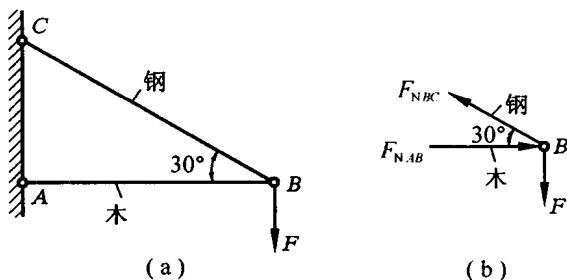

图 2-12
2.12 在图 2-12(a) 所示的简易吊车中, BC 为钢杆, AB 为木杆。木杆 AB 的横截面面积 $A_1 = 100 \text{ cm}^2$, 许用应力 $[\sigma]_1 = 7 \text{ MPa}$; 钢杆 BC 的横截面面积 $A_2 = 6 \text{ cm}^2$, 许用拉应力 $[\sigma]_2 = 160 \text{ MPa}$ 。试求许可吊重 F 。
B 铰链的受力如图 2-12(b) 所示, 平衡条件为 $\sum F_x = 0, -F_{NBC} \cos 30^\circ + F_{NAB} = 0$,